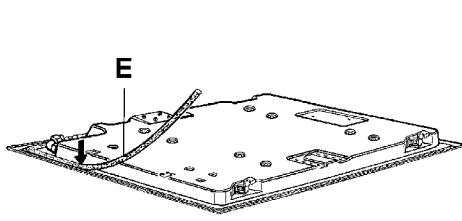

РИС. 9
- Переверните рабочую поверхность, Правильно расположите прокладку "E" (рис. 9) под краями рабочей поверхности таким образом, чтобы внешняя сторона прокладки точно совпадала с внешним краем рабочей поверхности. Края полосок должны совпадать, не выступая друг над другом.